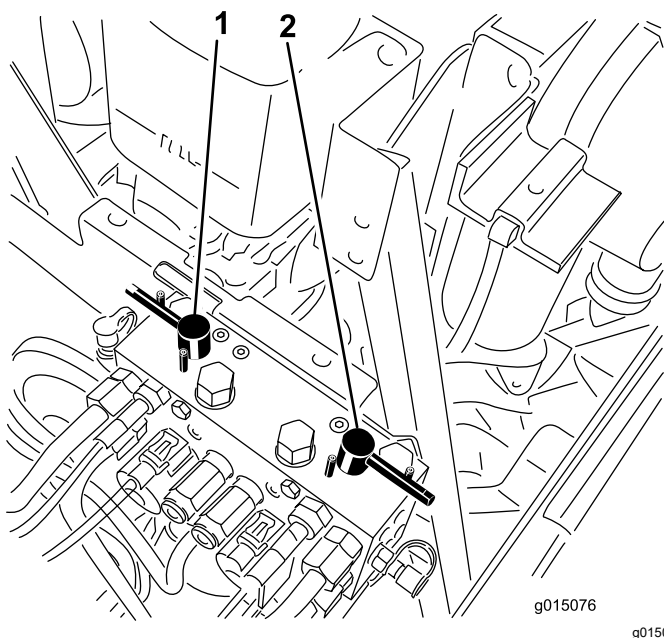

Bild 122
4. Wählen Sie entweder den vorderen, hinteren oder beide Läpphebel aus, um festzulegen, welche Geräte geläppt werden (Bild 122).